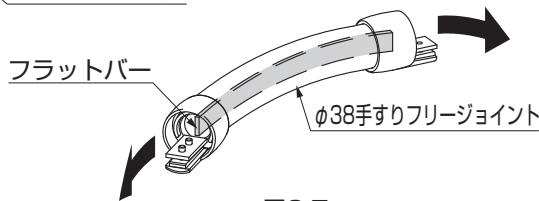

図3-7
- φ38手すりフリージョイントには、曲げることのできる向きが決まっています。図3-7のようにフラットバーの向きを確認してから曲げてください。